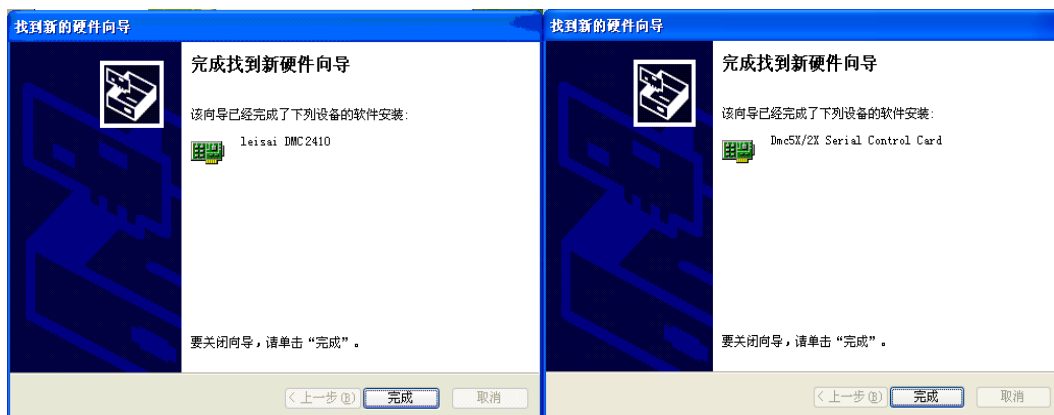

图 5-5 完成 DMC2410B 安装(左图为 DMC2410、右图为 DMC2410B)
9) 等待安装完成，显示如图 5-5 所示界面，点击“完成”。